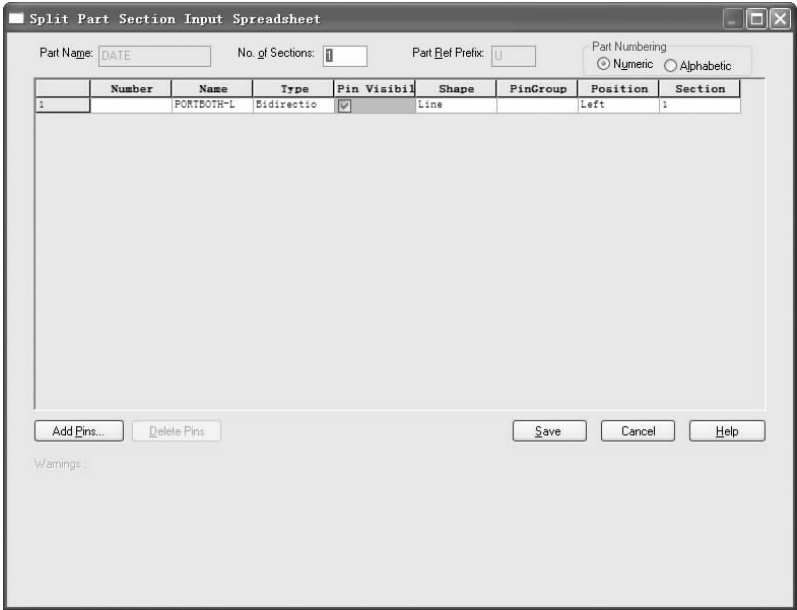

图 3-24 “Split Part Section Input Spreadsheet” 对话框
2) 单击“Netlist source files (资源文件)” 选项右侧的 按钮，选择当前项目文件，在“Part Name (元件名称)” 文本框输入层次块名称，其余选项选择默认，单击 按钮，弹出如图 3-24 所示的对话框，设置层次块元件的引脚信息。